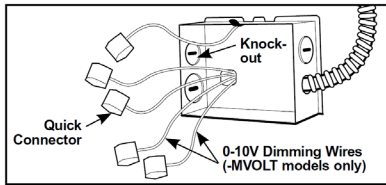

Figure 9
Étape 2. Retirez le couvercle du boîtier de câblage. Retirez la ou les entrées défonçables nécessaires au type de service électrique employé/autorisé par votre code local de l'électricité (Figure 9).